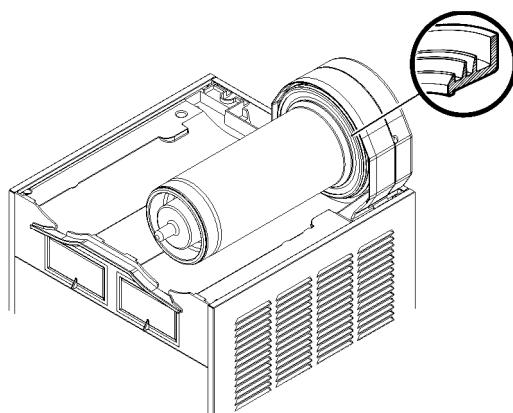

figura 13
- 4** Enjuagar todas las partes con agua corriente. pared posterior (ver figura 13).